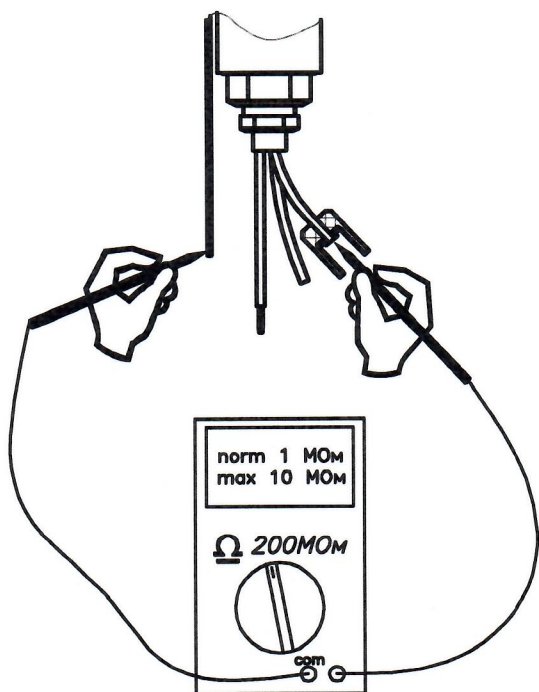
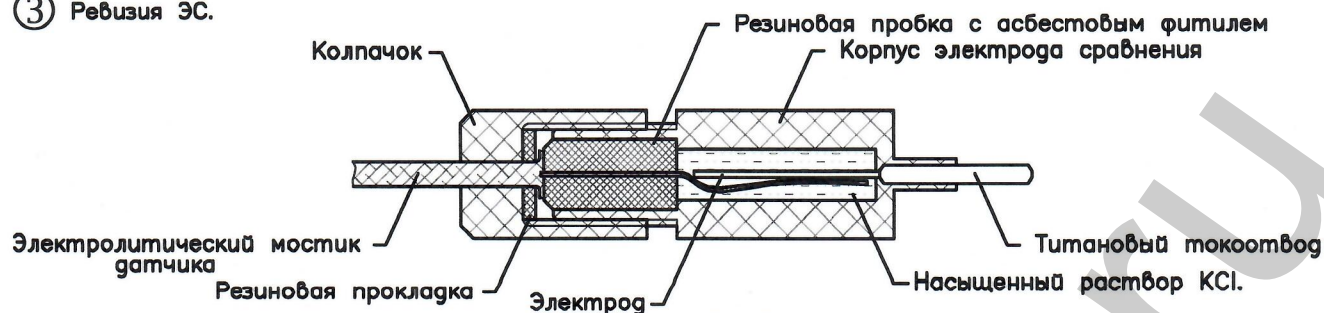

Рис.2
Рис.5
1.2 Выкрутить корпус ЭС из колпачка (см. конструкцию ЭС на Рис.5) и замерить R мостика см. Рис.2.
- (конструкция ЭС представлена на Рис.5)
- а) если $R < 10 \text{ МОм}$, то мостик пригоден для эксплуатации, но необходима ревизия ЭС см. ③;
5.2 Выкрутить корпус ЭС из колпачка (см. конструкцию ЭС на Рис.5) и измерить R мостика см. Рис.13.